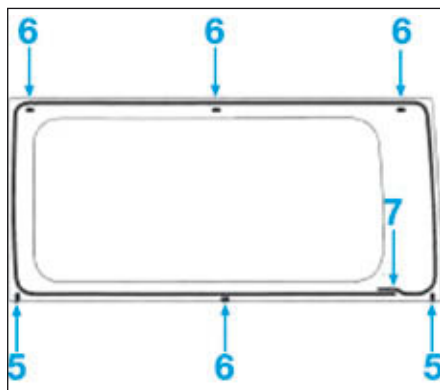

FIG.6
- Installer les deux cales (5) sur le panneau d'aile (Fig.6).
- Coller des cinq cales adhésives (6) sur la feuillure de panneau d'aile
- Respecter l'emplacement du raccord (7) du cordon de colle.
- Placer la vitre en butée contre les cales (5).